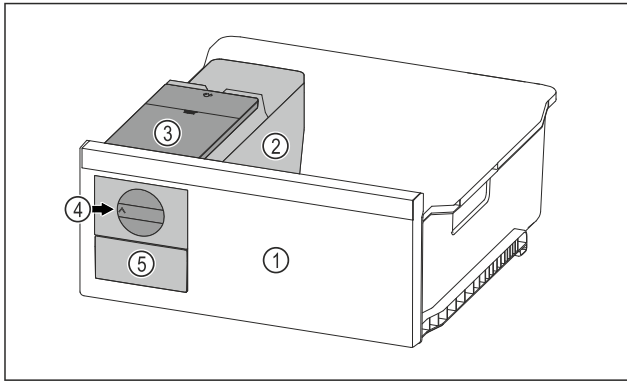

Fig. 90 Beispielhafte Darstellung
- ▶ Drehknopf Fig. 90 (4) im Uhrzeigersinn bis zum Anschlag drehen.
- ▷ Eiswürfel fallen aus der Eiswürfelschale in das Eiswürfelschubfach Fig. 90 (5).